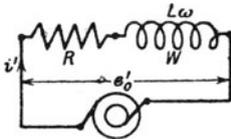

Fig. 116.
259. Ein veränderlicher aber induktionsfreier Widerstand $R = 4, 6, 8, 10 \Omega$ und eine Spule mit dem Widerstande $w = 2$ [3] (1) Ω und dem induktiven $L\omega = 8$ [9] (6) Ω sind hintereinander geschaltet und an eine Stromquelle von 100 [80] (120) Volt angeschlossen (Fig. 116). Gesucht wird: